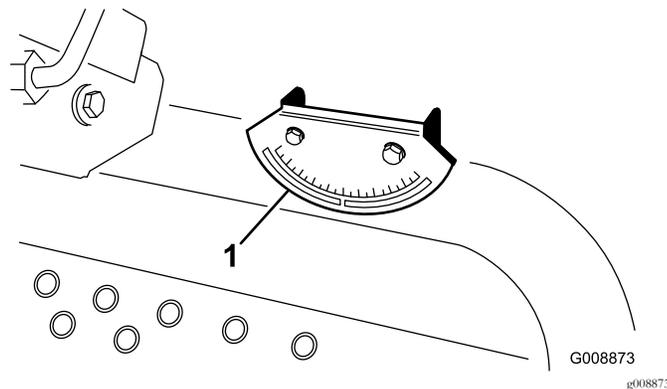

図 6
2. 機体のクロスビーム燃料タンク脇に携帯斜面計付属品を置いて、機体が水平になっていることを確認する 図 6。このとき、運転席に座った状態で、機体に装着されている傾斜計の読みが 0°であれば問題ない。